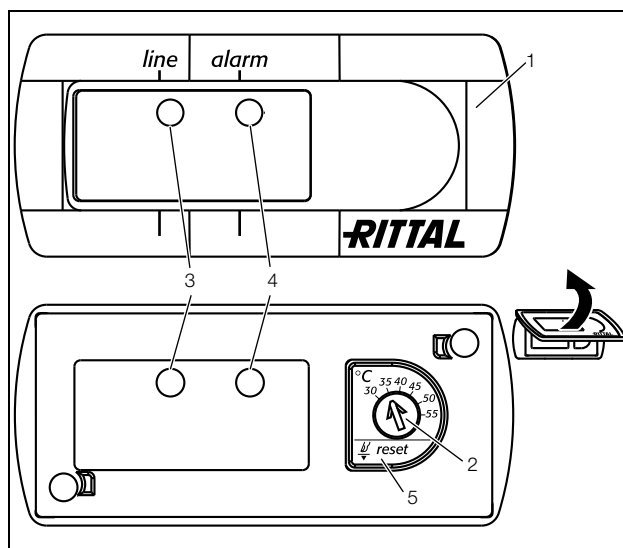

Imagen 28: Controlador básico
El controlador básico controla y regula el refrigerador. A través de los LED's verdes y rojos (imagen 28, nº 3 y 4) muestra los estados de servicio y fallo:
- Ajuste la temperatura teórica deseada en el dispositivo (imagen 28).
- Presione la tecla reset (imagen. 28, nº 5) durante como mín. 3 segundos